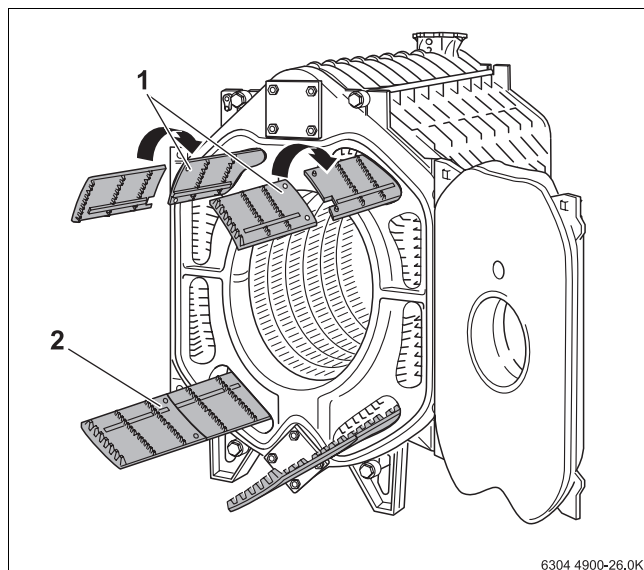
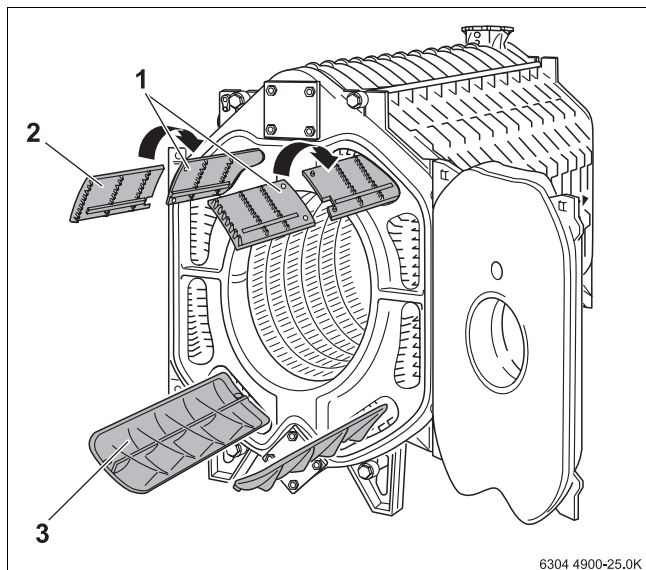
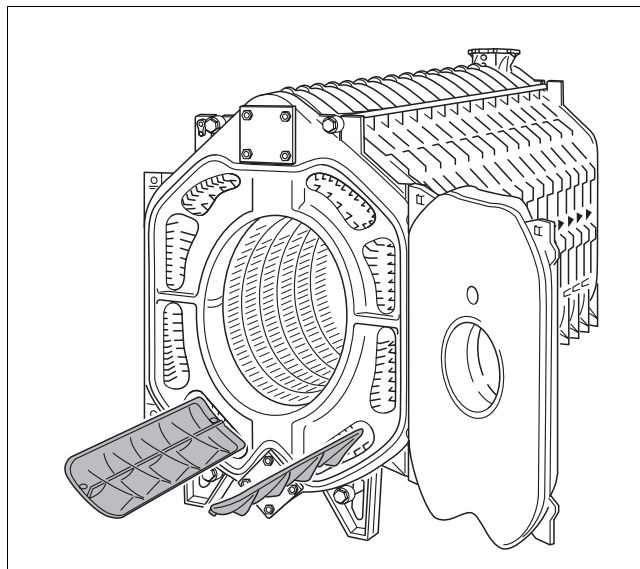

Рис. 30 Установка направляющих пластин дымовых газов (котловой блок из 9 секций)
Рис. 31 Установка направляющих пластин дымовых газов (котловой блок из 13 секций)
Рис. 32 Установка направляющих пластин дымовых газов (котловой блок из 15 секций)
Существует различие между направляющими пластинами серповидного и волнового профиля. Направляющие пластины серповидного профиля состоят из двух частей. При установке таких пластин нужно обязательно следить за тем, чтобы обе части были вставлены друг в друга. На → рис. 31, стр. 28 изображены вставленные части пластин.
- Вынуть из ящика с элементами обшивки направляющие пластины дымовых газов и уложить их в соответствии с маркировкой в газоотводящих каналах (→ см. рис. 30, рис. 31, стр. 28, рис. 32, стр. 28 и следующую таб. 10, стр. 28).